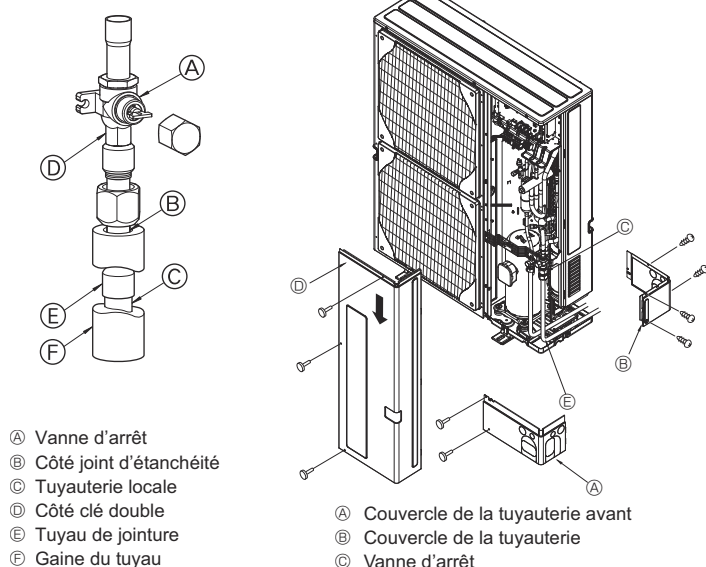

Fig. 4-3
- Respecter la procédure suivante pour le raccordement des tuyaux côté gaz. (Fig. 4-3) (SHW230)
- Braser le tuyau de jointure (E) fourni pour l'appareil extérieur à l'aide du matériel de brasage acheté auprès d'un revendeur local et du tuyau local (C) sans oxygène.
- Connecter le tuyau de jointure (E) à la vanne d'arrêt côté gaz.